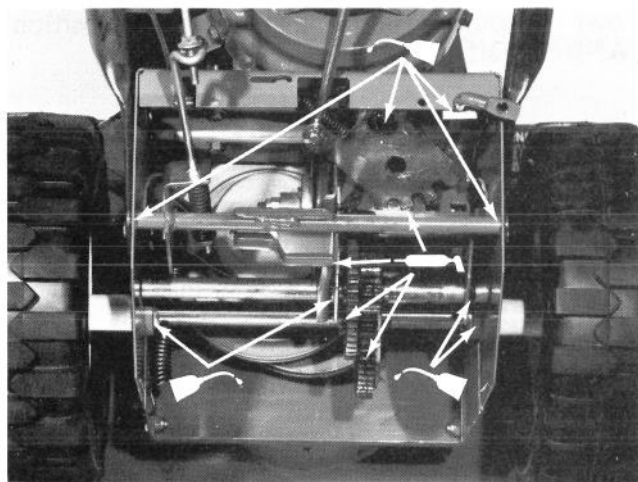

Figure 22
D'abord, vidangez le réservoir d'essence. Deuxièmement, basculez la déneigeuse sur son logement de tarière et bloquez-la pour qu'elle ne puisse tomber. Enlevez ensuite les quatre vis taraudeuses qui retiennent la plaque de protection arrière en place et enlevez la plaque du bloc de traction. Lubrifiez alors légèrement les points indiqués avec de l'huile SAE 10W-40 (Fig. 22). Essuyez tout excès d'huile. Enfin, remettez en place la plaque de protection arrière à l'aide des quatre vis taraudeuses.
3. Desserrez les quatre écrous à collerette (Fig. 22) retenant les patins aux plaques latérales du logement de tarière. Descendez ensuite les patins pour que la tarière soit aussi loin que possible de la surface plane et de niveau, puis resserrez les écrous à collerette.